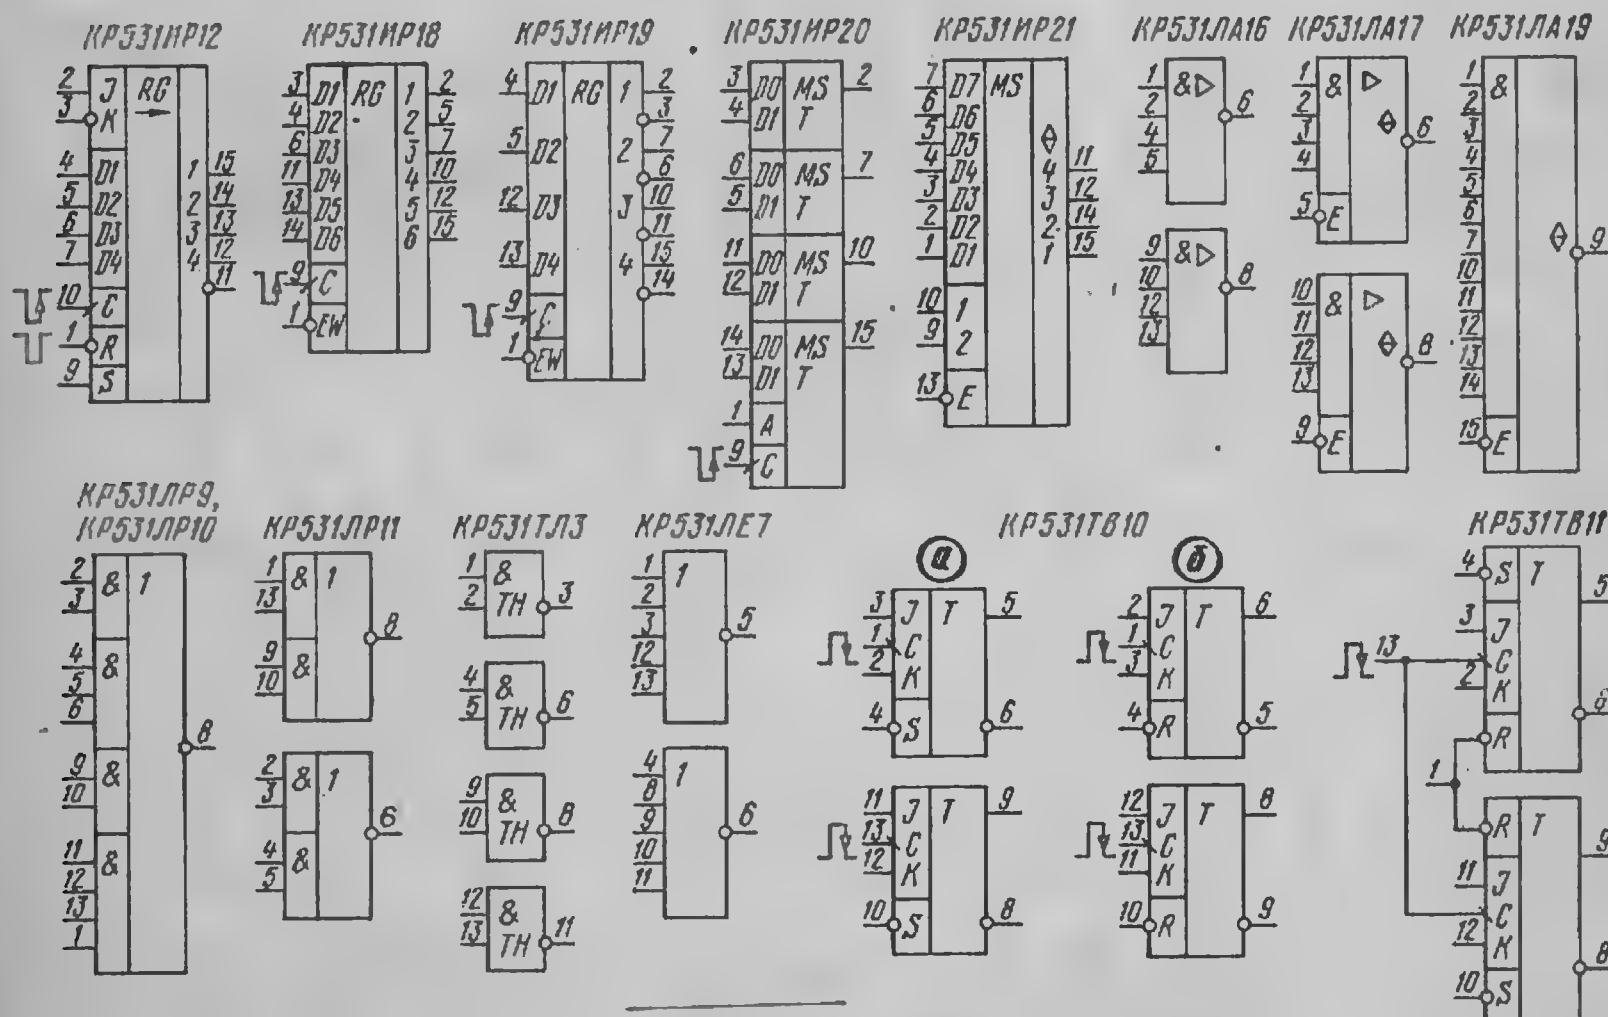

Рис. 7
Четырехразрядный сдвигающий регистр КР531ИР12 (рис. 7) имеет четыре прямых выхода 1—4 и один инверсный выход разряда 4, а также входы сброса R, подачи тактовых импульсов C, выбора режима S, а также входы подачи информации при последовательной (J и K) или параллельной (D1—D4) записи.
рис. 7) — шестиразрядный регистр хранения информации. Параллельная запись информации в него происходит по спаду импульса отрицательной полярности на входе С, при этом на входе разрешения записи EW должен быть уровень 0. Если на входе EW присутствует уровень 1, запись в регистр запрещена.
Четырехразрядный регистр хранения информации с прямыми и инверсными выходами KP531IP19 (см. рис. 7) работает аналогично микросхеме KP531IP18.
Микросхема KP531IP20 (см. рис. 7) содержит четыре двуховых мультиплексора с регистром хранения на выходе. На входы регистра сигналы поступают с входов D0 микросхемы, если на адресном входе А присутствует уровень 0 или с входов D1, если на входе А — уровень 1. Запись в регистр происходит по спаду импульса отрицательной полярности на входе С. Микросхема KP531IP20 по функционированию близка к K555KP13 (отличия: запись в последнюю происходит по спаду импульса положительной полярности; разводка выводов у этих микросхем — разная).
Микросхема KP531IP21 (см. рис. 7) представляет собой комбинационный статический сдвигатель сигналов четырехразрядного кода. По логике функционирования он ближе всего к мультиплексорам. Микросхема имеет семь информационных входов D1—D7, адресные входы 1 и 2 и вход разрешения Е. Выходы 1—4 можно переводить в высокоимпедансное (Z) состояние подачей на вход Е уровня 1. При уровне 0 на входе Е выходы активны.
Микросхема КР531ЛА16 (см. рис. 7) включает в себя два мощных магистральных усилителя, выполняющих функцию
В микросхеме КР531ЛА17 (см. рис. 7) находятся два элемента 4И-НЕ с возможностью перевода их выходов в высокоимпедансное состояние при подаче на вход Е уровня 1. При уровне 0 на входе Е выходы активны. Допустимые выходные токи равны 60 мА в нулевом состоянии и 32 мА в единичном состоянии при выходном напряжении 2 В, что
Микросхема КР531ЛА19 (см. рис. 7) — двенадцативходовый элемент И-НЕ с возможностью перевода выхода в высокоимпедансное состояние при подаче уровня 1 на вход Е. В единичном состоянии при выходном
Микросхемы КР531ЛР9 — КР531ЛР11 (см. рис. 7) выполняют функцию И-ИЛИ-НЕ. Микросхема КР531ЛР10 аналогична КР531ЛР9, но имеет выход с открытым коллектором, допустимое выходное напряжение для нее в единичном состоянии — 5,5 В. Хотя микросхемы КР531ЛР11 и К555ЛР11 имеют одинаковое цифробуквенное обозначение после номера серии, однако число входов у первой меньше.
На рис. 7 приведены также графические обозначения микросхем КР531ЛЕ7, содержащей два пятиходовых элемента ИЛИ-НЕ, и КР531ТЛ3, включающей в себя четыре двухходовых триггера Шмитта.
Микросхема КР531ТВ1С (см. рис. 7) содержит два JK-триггера, функционирующих аналогично триггерам микросхем КР531ТВ9 и К555ТВ9, но отличающихся наличием лишь одного установочного входа в каждом. Его можно считать входом установки в единичное состояние (S на рис. 7, а) или входом сброса (R на рис. 7, б), но в последнем случае входы J и K, а также прямой и инверсный выходы нужно поменять местами.